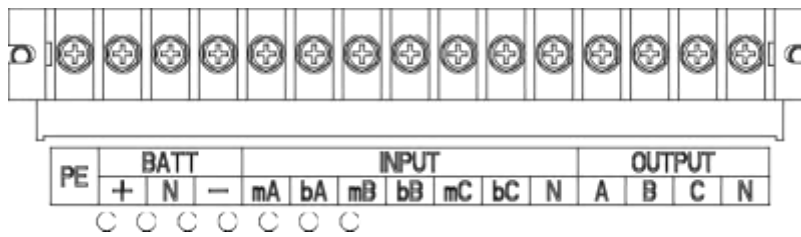

Рис. 2-11 Клеммная колодка на ИБП 10/15кВА
2. Снимите защитную крышку силовых клемм. Расположение клемм ввода, вывода, батарей и защитного проводника показано на Рис.2-11 ~ 2-13.